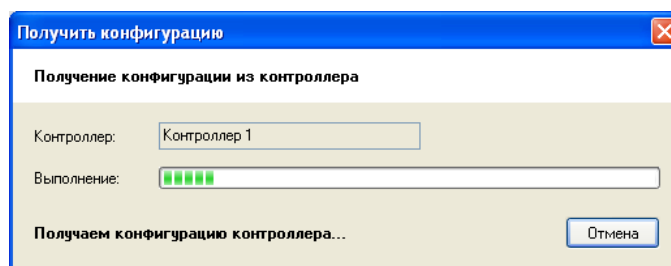

Рисунок 271
- 7) Нажмите кнопку "Выбрать", на экране отобразится процесс чтения конфигурации (см. Рисунок 271), и дождитесь окончания обмена данными с контроллером.